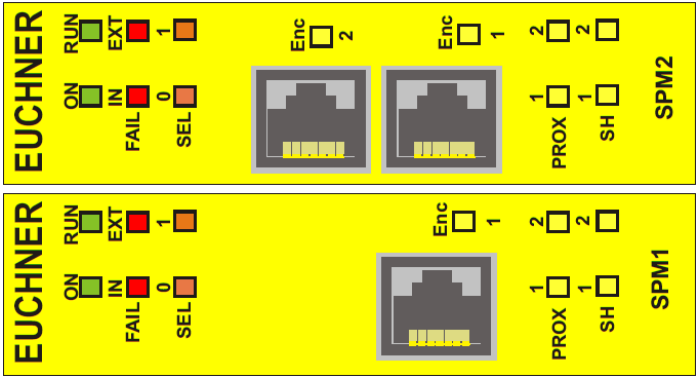

Fig. 29 :
8.3.14. Modules SPMO – SPM1 – SPM2 (Fig. 29)